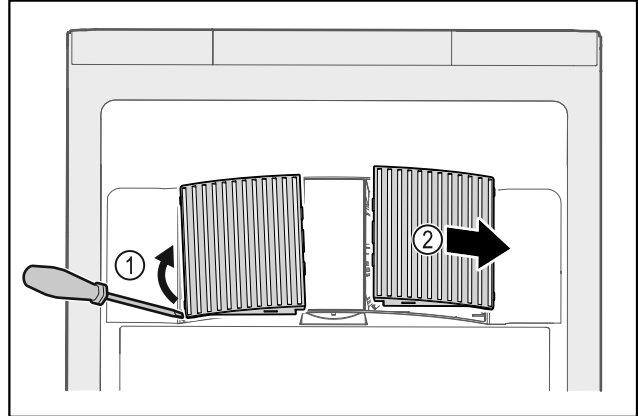

Fig. 147
▶ Óvatosan feszegesse le a ventilátor burkolatait oldalról Fig. 147 (1), és emelje le őket előrefelé Fig. 147 (2).